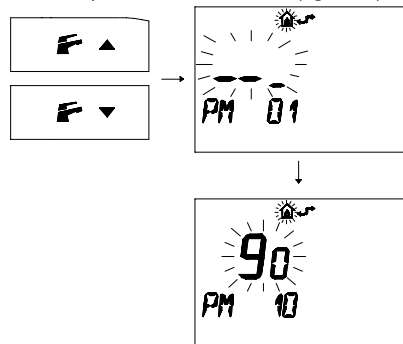

fig. 5.34
- 3 Premere i pulsanti   o   per visualizzare la programmazione "PM 10" selezione della frequenza di accensione (fig. 5.34)
Nella fig. 5.34 si visualizza un *SET* programmato di **90** corrispondente ad un tempo di riaccensione di 3 minuti circa.